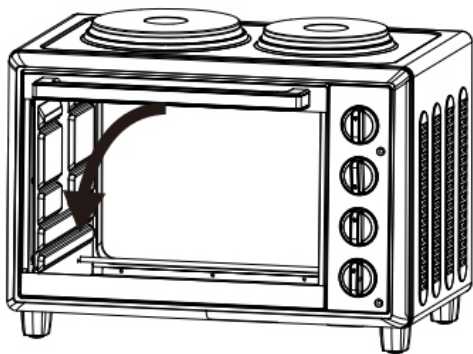
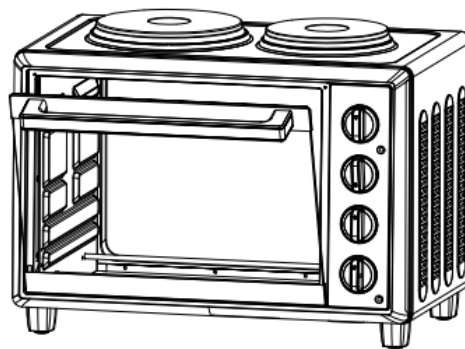

Fig. 9
Fig. 10
6. Abra la puerta del horno (Fig. 9) y coloque los alimentos en el horno utilizando la rejilla y/o la bandeja de horno (Fig. 10).